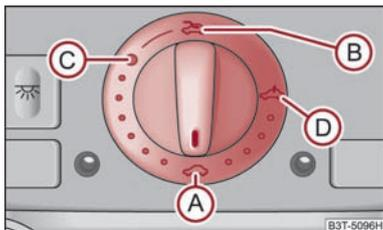

Abb. 42 Drehschalter für das elektrische Schiebe-/Ausstelldach
Das Schiebe-/Ausstelldach wird mit dem Drehschalter → Abb. 42 bedient und funktioniert nur bei eingeschalteter Zündung. Der Drehschalter hat mehrere Stellungen.
- Drehen Sie den Schalter in Stellung **A** → Abb. 42.
Das Schiebe-/Ausstelldach ist mit einer Kraftbegrenzung ausgestattet. Wenn ein Hindernis (z. B. Eis) das Schließen verhindert, stoppt das Schiebe-/Ausstelldach und öffnet vollständig. Das Schiebe-/Ausstelldach können Sie ohne Kraftbegrenzung vollständig schließen, wenn Sie den Schalter in Stellung **A** → Abb. 42 vorn so lange drücken, bis das Schiebe-/Ausstelldach vollständig geschlossen ist → .
Nach jeder Notbetätigung muss das Schiebe-/Ausstelltdach in die Grundstellung gebracht werden. Deshalb müssen Sie den Drehschalter in die Schalterstellung **(A)** bringen ⇒ Abb. 42 und etwa 10 Sekunden lang vorn drücken. ■